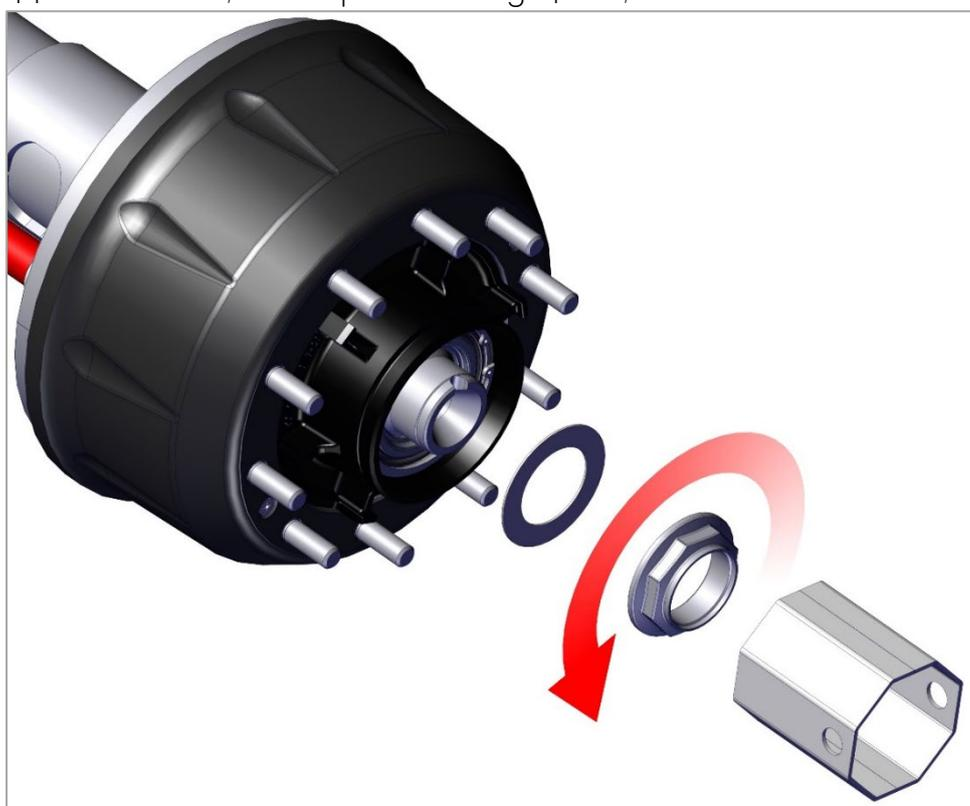

Рис. 9.1. Снятие гайки подшипников
2) Отверните гайку подшипников ступицы и снимите упорную шайбу (рис. 9.1).